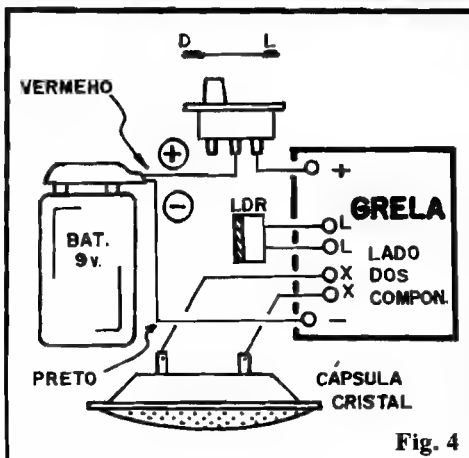

Fig. 4
O complemento visual das instruções de montagem está na fig. 4, com a placa ainda vista pelo lado dos componentes, porém ressaltando-se as conexões externas. Observar o LDR ligado às ilhas (L) (L), lembrando que, embora a figura mostre tal conexão de forma direta, nada impede que o LDR seja ligado à placa por um par de fios de qualquer comprimento, conforme exigir o tipo de instalação, "encaixamento" ou utilização que o Leitor pretenda dar ao GRELA. Outro ponto importante é o que se refere